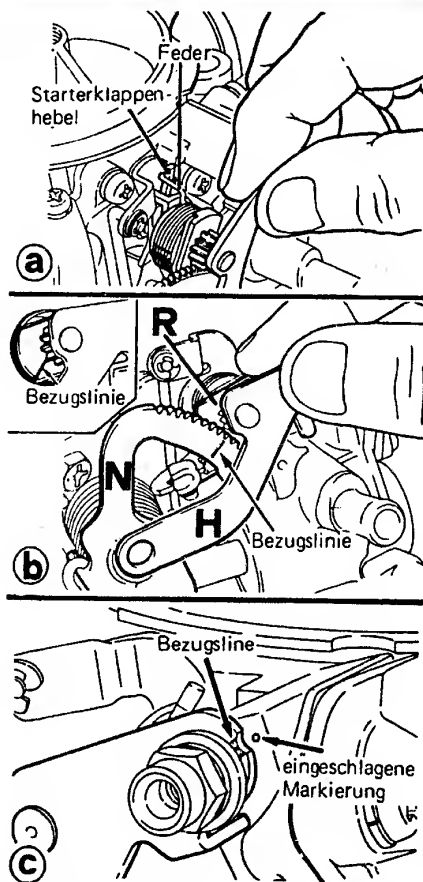

Bild 25 Zusammenbau und Einstellung des Chokesystems.
- **Einstellarbeiten** am Startsystem sind nur nach Revisionsarbeiten notwendig. Als Schutz vor unkontrollierten Eingriffen ist das gesamte Chokesystem mit einer Abdeckung versehen, die mit Abreisschrauben befestigt ist. Um die Abdeckung abzunehmen, sind die Schraubenköpfe mit einer Feile abzutragen. Die korrekte Einstellung ist in Bild 25 beschrieben.